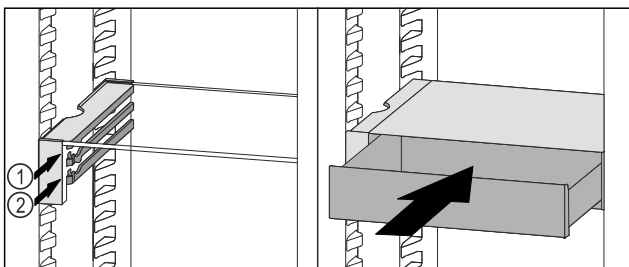

Fig. 164
- ▶ VarioSafe-Schubfach hinter den Stopperrn auf gewünschter Rippe Fig. 164 (1) oder Fig. 164 (2) aufsetzen.